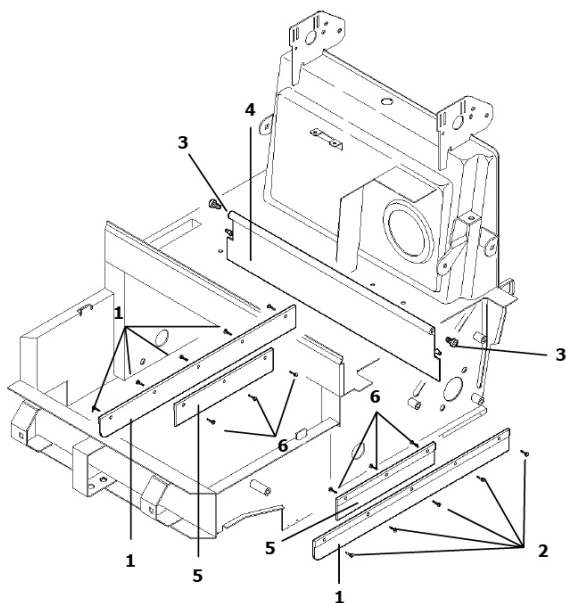

Fig. 8
Pentru a înlocui clapetele laterale (poz. 1 Fig. 8), scoateți roțile din spate și capacele laterale corespunzătoare. Deșurubați șuruburile care fixează clapetele pe șasiu (poz. 2 Fig. 8) și înlocuiți-le cu clapete noi.
Pentru a înlocui clapetele interioare (poz. 5 Fig.8) ridicați partea frontală a mașinii și deșurubați șuruburile (poz. 6 Fig.8) care fixează clapetele pe șasiu. Înlocuiți-le cu clapete noi.
- Deșurubați cele două știfturi de fixare a clapetei (poz. 3 Fig.8) pe părțile laterale ale șasiului.
- Țineți clapeta (poz. 4 Fig. 8) și trageți-o spre exteriorul mașinii.